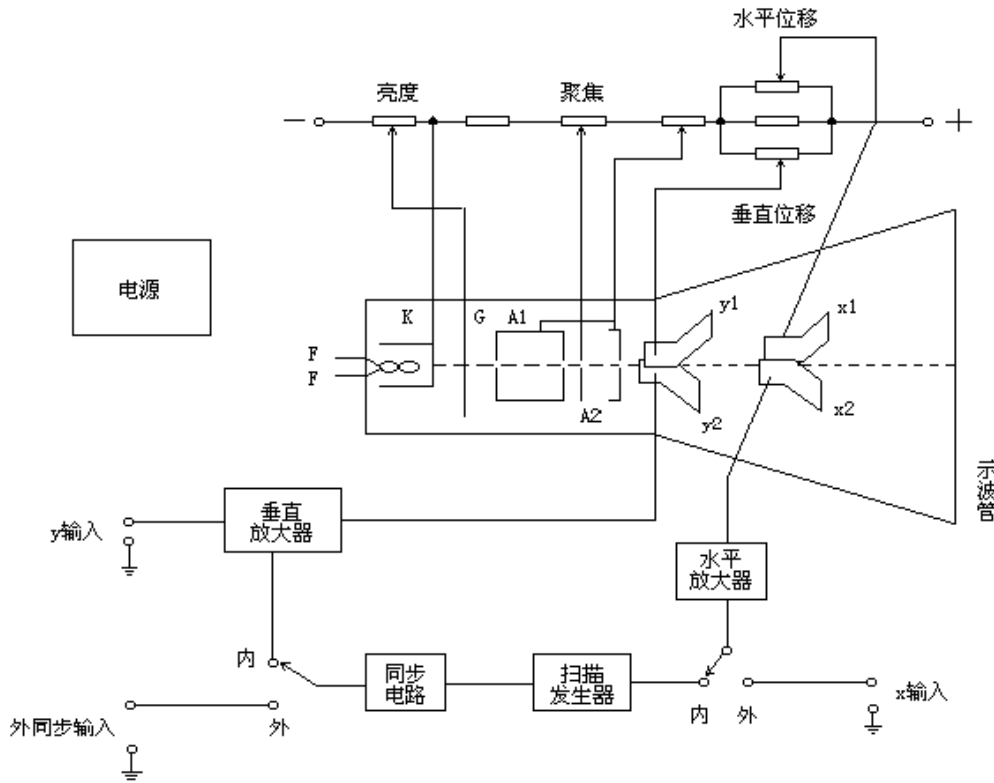

图 1 示波器原理图
示波器一般由 5 个部分组成，如图 1 所示。(1) 示波管；(2) 扫描发生器；(3) 同步电路；(4) 水平轴和垂直轴放大器；(5) 电源。下面分别加以简单说明。
示波管是示波器中的显示部件。在一个抽成真空的玻璃泡中，装有各种电极，其结构如图 1 所示。阴极K受灯丝F加热而发射电子，这些电子受带正高压的加速阳极A₁的加速，并由A₁、A₂组成的聚焦系统，形成一束很细的高速电子流到达荧光屏。荧光屏上涂有荧光粉，它在这些高速电子的激发下发光。光点的大小取决于A₁、A₂组成的电子透镜的聚焦。改变A₂相对A₁的电位，可以改变电